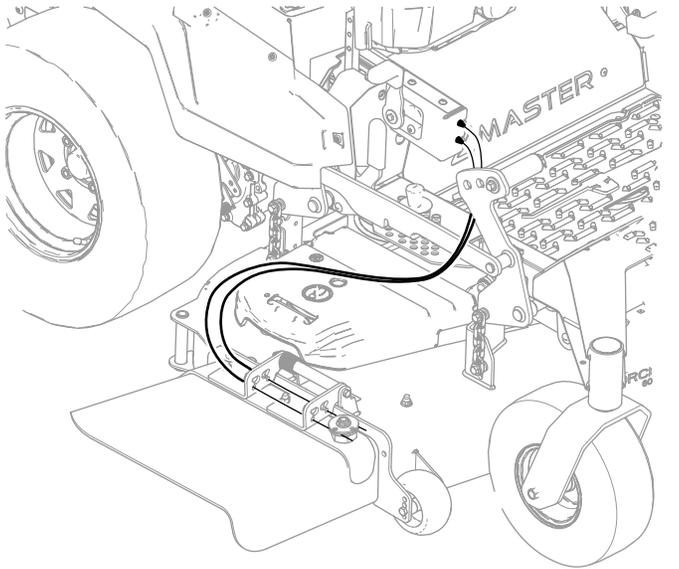

Figure 8
1. Faites passer les câbles entre le boîtier de commande et la goulotte d'éjection, comme montré à la Figure 8, pour éviter d'endommager les câbles sur toute la plage de hauteur de coupe.
Important: Pour ne pas endommager les câbles, veillez à les faire passer derrière la pédale de levage du plateau de coupe, comme montré à la Figure 8.